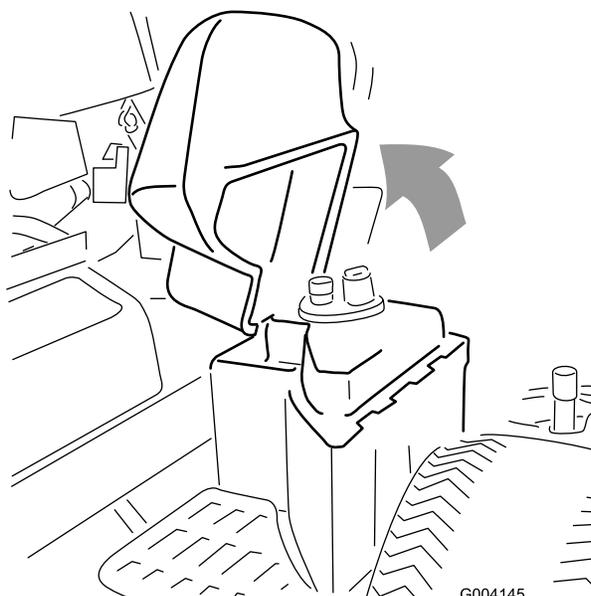

Рисунок 37
2. С правой стороны машины поднимите крышку гидравлического бака (Рисунок 37).